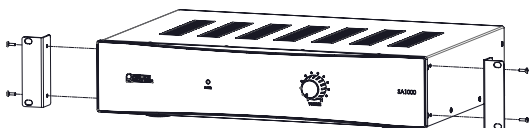

Fig. 4
- Hvis det er nødvendigt, skal du fastgøre reolmonteringsbeslaget på hver side af forstærkerens forside med de medfølgende skruer. Se fig. 4